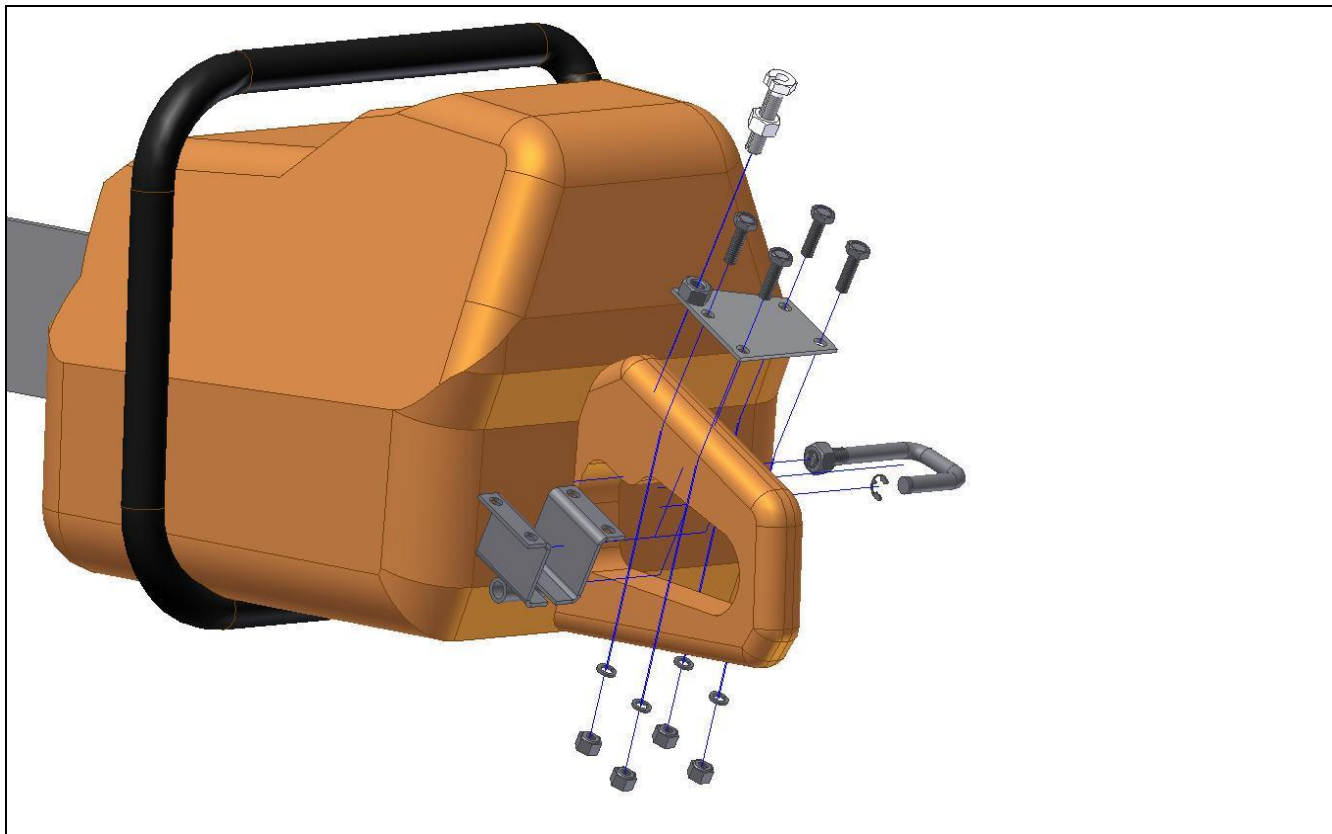

Рисунок 8 – Установка механизма крепления
6.6.2 Установить механизм крепления на курок бензиновой моторной пилы STIHL MS660 и затянуть с помощью болтов и гаек (рисунок 8).